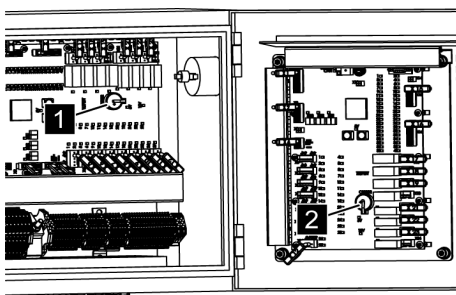

Fig. 175: Piles de sauvegarde
- ➔ Changer la pile de sauvegarde (Voir la Fig. 175/1) de la carte maître ou la pile de sauvegarde (Voir la Fig. 175/2) de la carte esclave en utilisant des piles du même type (CR2032).